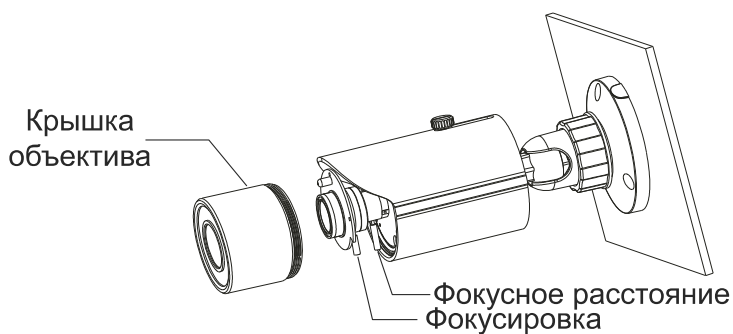

Рис. 5.5. Регулировка фокусного расстояния и фокусировки
6. Снимите крышку объектива и отрегулируйте фокусное расстояние и фокусировку, чтобы получить оптимальное изображение (Рис. 5.5). Завершив регулировку, установите крышку объектива обратно.